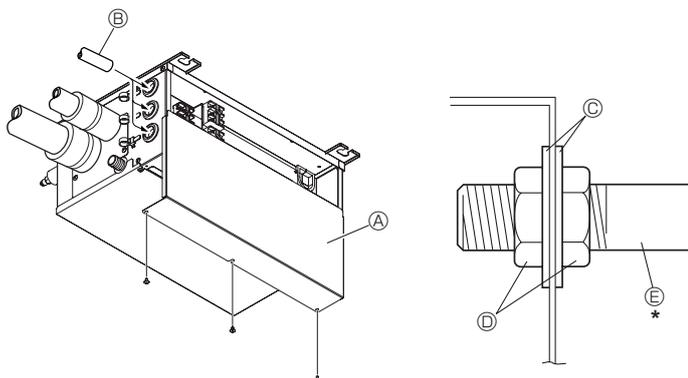

Fig. 9-4
9.1. Quando utilizar uma canalização de electricidade (Fig. 9-4)